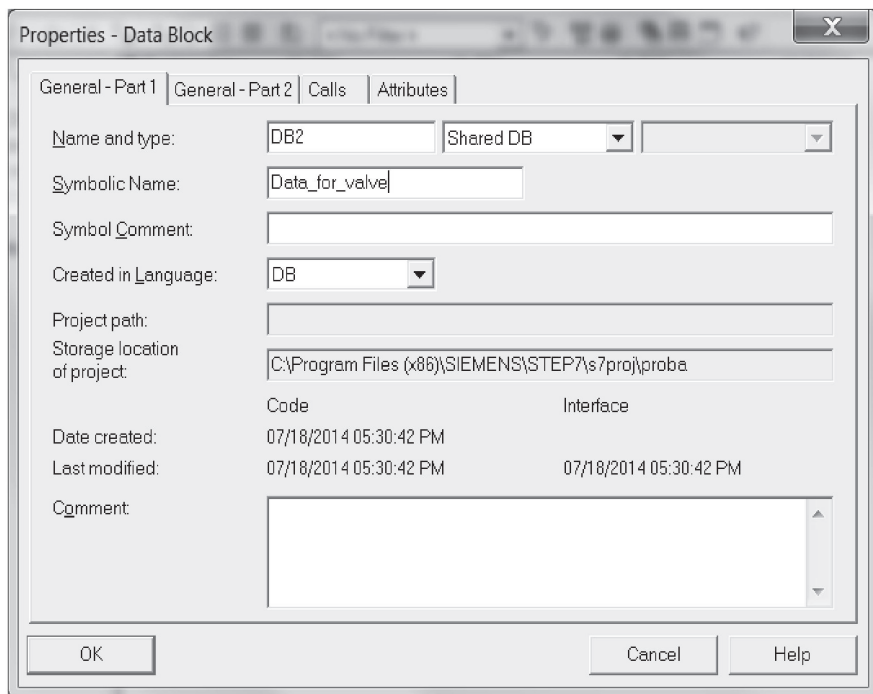

Рис. 2.25. Создание глобального блока данных
3. Прописываем свойства блока в появившемся меню: присваиваем название, устанавливаем тип — *Shared DB*, жмем *OK* (рис. 2.25).